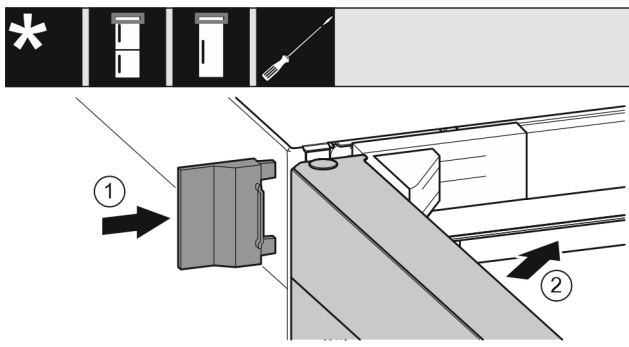

Fig. 28
- ▶ Äußere Abdeckung Fig. 28 (1) aufschieben.
- ▶ Obere Tür Fig. 28 (2) schließen.